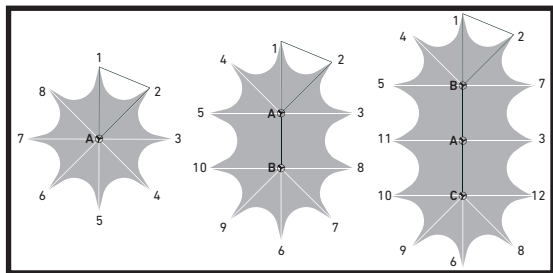

Abb. 4
3. Bei Zelten mit mehreren Masten bestimmen Sie zuerst die Positionen der Masten A, B und C mithilfe des Messgeräts für Masten (Abb. 4).
11. Spannen Sie die Schnüre mit Verankerung Nr. 3, bestimmen Sie den Befestigungspunkt der dritten Ecke und schlagen Sie die Verankerung dort ein. Wiederholen Sie diesen Vorgang für jede weitere Zeltecke bis zur Verankerung Nr. 8. Bei mehrmastigen Zelten folgen Sie der Reihenfolge in Abbildung 4.